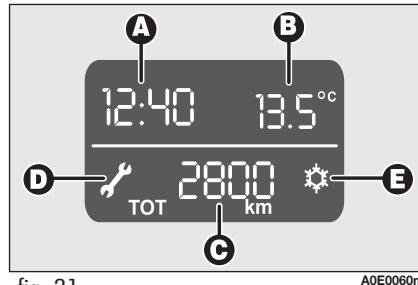

fig. 21
- Hora **A**-fig. 21;
- Vencimiento del mantenimiento programado (visualización del símbolo  D-fig. 21);
- señalización de posible presencia de hielo en la carretera (visualización del símbolo  E-fig. 21);